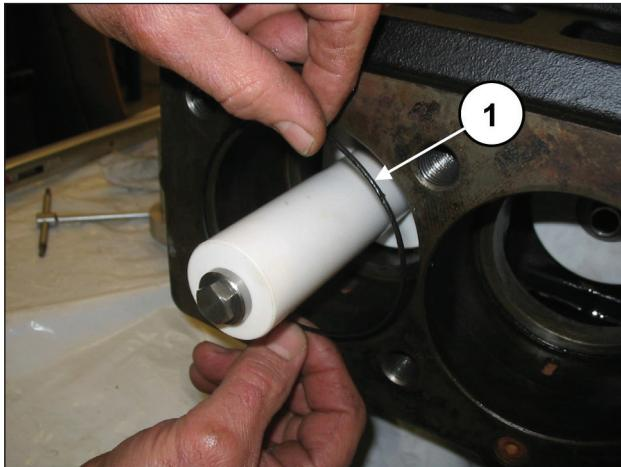
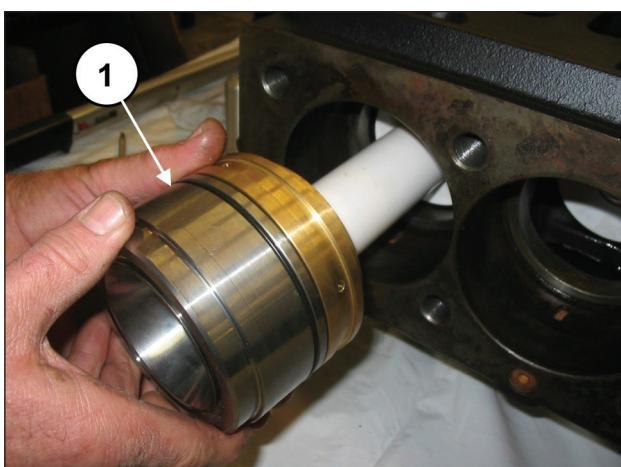

Abb. 149
Abb. 150
Montieren Sie den O-Ring in das Pumpengehäuse (Pos. ①, Abb. 149) und anschließend die Gruppe Buchse-Dichtungshalter (komplett mit demselben O-Ring), die zuvor bis auf Anschlag montiert wurde (Pos. ①, Abb. 150).